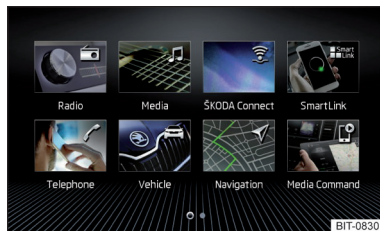

Fig. 177
- Sélectionnez l'option Affichage en quadrillage » fig. 177 ou Affichage horizontal » fig. 178.